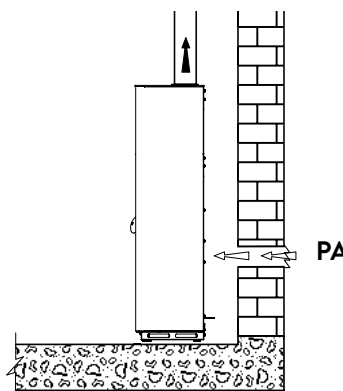

fig. 5.3
**La stufa durante il funzionamento aspira molta aria (anche modesta) nell'ambiente in cui si trova, l'aria deve essere ripristinata attraverso una presa d'aria all'esterno della stanza (fig. 5.3 - PA = Uscita dell'aria).**